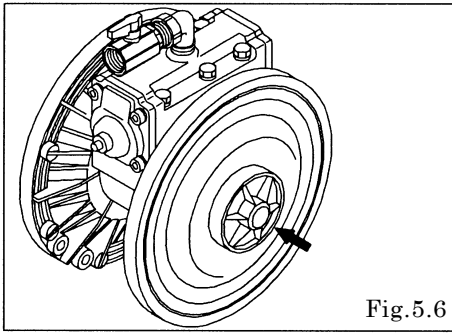

Fig.5.6
- ・センターディスク用 PP レンチ(専用工具:部品番号 771868)を使用してセンターディスク(外側)を外す。[Fig.5.6]